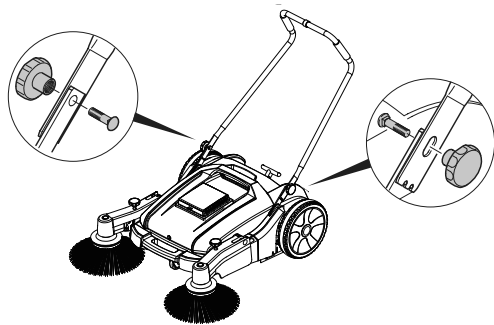

Fig. 3 – Montaje del marco en la barredora
- b. Fije la barra (11) en el marco (7) y haga la fijación con pernos (acompaña) y manillas (9), conforme Fig. 3.